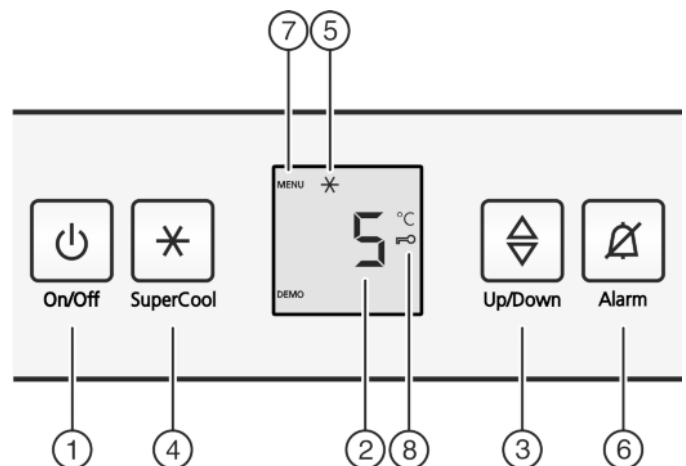

Fig. 2
- ▶ Pulsar tecla On/Off Fig. 2 (1)
- ▶ Pulse la tecla SuperCool Fig. 2 (4) durante aprox. 5 segundos.
- ▷ En el indicador se visualiza el símbolo Menú Fig. 2 (7).
- ▶ Confirme brevemente con la tecla SuperCool Fig. 2 (4).
- ▷ El símbolo de seguridad para niños Fig. 2 (8) se ilumina en el indicador.
- ▶ Pulse brevemente la tecla On/Off Fig. 2 (1).
- ▶ Pulse la tecla Alarm Fig. 2 (6).
- ▶ Acceder a la función de temperatura: pulse la tecla de ajuste Fig. 2 (3).
- ▶ Modificar la temperatura en intervalos de 1 °C: pulse la tecla de ajuste *Fig. 2 (3)* hasta que se ilumine la temperatura deseada en el indicador de temperatura.
- ▶ Pulse brevemente la tecla SuperCool *Fig. 2 (4)*.
- ▷ El símbolo de SuperCool *Fig. 2 (5)* se ilumina en la pantalla.
- ▷ El símbolo de SuperCool *Fig. 2 (5)* se apaga en la pantalla.